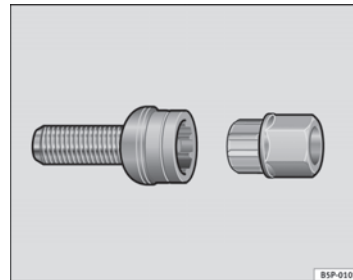

Abb. 199 Diebstahlhemmende Radschraube
- Setzen Sie den Adapter bis zum Anschlag in die diebstahlhemmende Radschraube ein ⇒ Abb. 199.